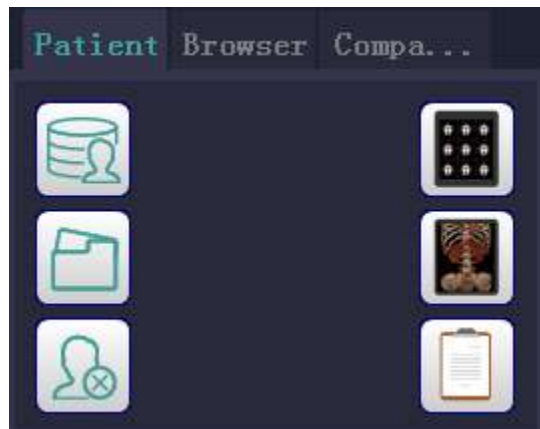

Рисунок6-25 Передача изображения
2. Выберите пункт назначения для переноса изображений во вкладку [Patient] /Пациент/, как это показано на Рисунок6-25. Страница автоматически загружается в пункт назначения.